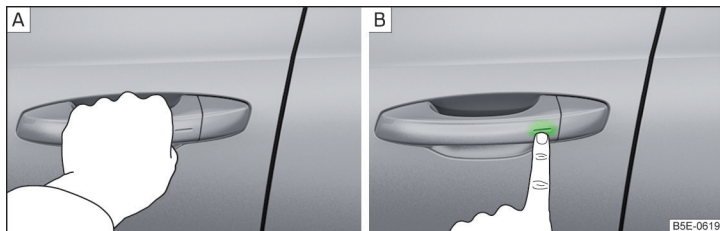

Fig. 53 Desbloquear vehículo / bloquear vehículo
- Agarrar la manivela para **desbloquear** el vehículo » **fig. 53** - **A**.
- Tocar el sensor en la manivela con el dedo para **bloquear** el vehículo » **fig. 53** - **B**.
► Tocar con el dedo dentro de 5 seg. el sensor en el tirador de la puerta » **fig. 53** de la pág. 63 - [B]. La desactivación es confirmada por un sólo parpadeo de las luces intermitentes.